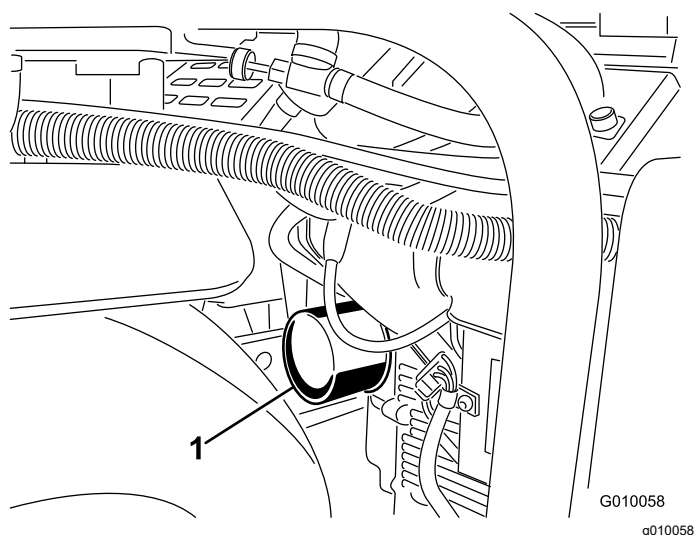
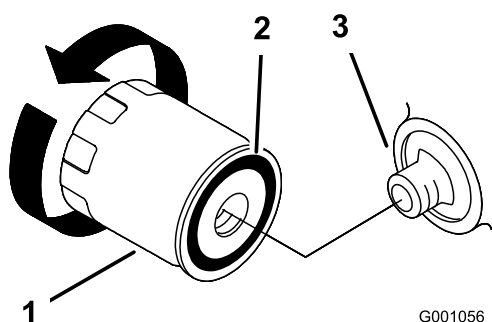

图 44
图 45
- 在滤清器下面放一个浅盘或抹布接住机油图 44。
- 拆下旧滤芯图 44和图 45并擦拭滤芯安装座垫片的表面。